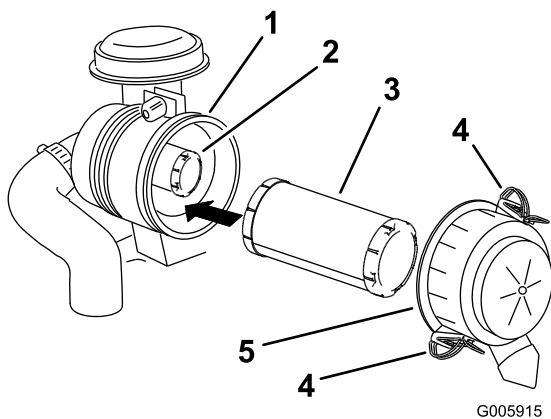

Figure 45
3. Ouvrez les dispositifs de verrouillage du filtre à air et séparez le couvercle du corps du filtre (Figure 45).
5. Sortez l'élément principal du corps du filtre avec précaution (Figure 45).
2. Si vous remplacez l'élément intérieur, insérez-le avec précaution dans le corps du filtre (Figure 45).
3. Placez ensuite l'élément principal sur l'élément intérieur avec le même soin (Figure 45).
5. Fixez le couvercle avec les verrous (Figure 45).